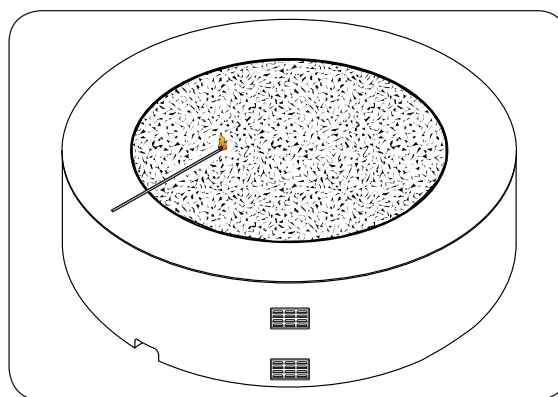

Fig. 32-1
3. Poser une allumettes sur la surface des médias décoratifs près du brûleur (**ne pas tenir le match en main**) (Fig. 32-1).